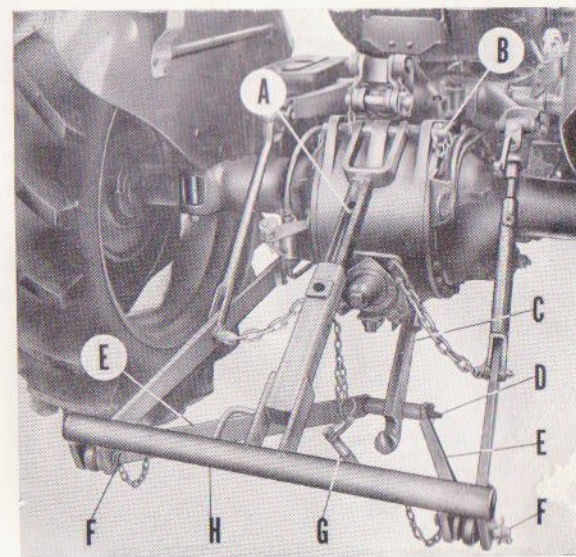

Fig. 8
- Retirer la broche (D) maintenant le crochet à ses tirants. Utiliser la même broche pour fixer le crochet entre ses cornières (voir fig. 8).
- Démonter la barre de relevage et le tirant droit en enlevant la broche (F). Procéder de même à gauche.